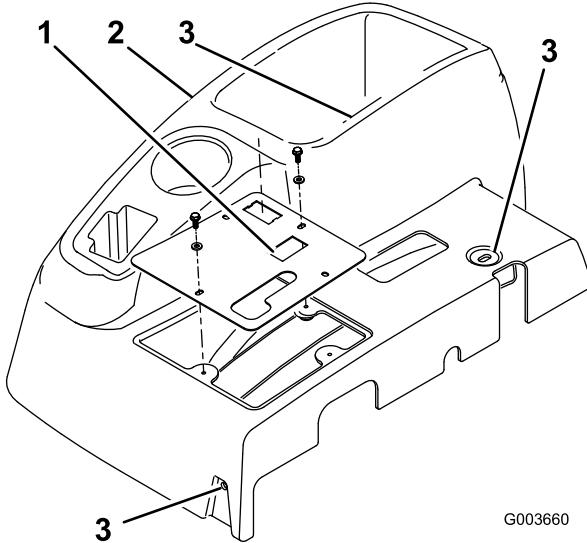

Bild 1
3. Nehmen Sie die vier Scheiben und Schrauben ab, mit denen das Bedienfeld an der Konsole befestigt ist (Bild 1). Ziehen Sie den Draht vom Betriebsstundenzähler ab. Entfernen Sie das Bedienfeld (Bild 1).
4. Nehmen Sie die drei Schrauben ab, mit denen die Konsole am Rahmen befestigt ist (Bild 1). Nehmen Sie die Konsole ab. Heben Sie die untere Kante der Konsole vorsichtig um die Stützhalterung an und schieben Sie sie unter dem Bremsgriff heraus.